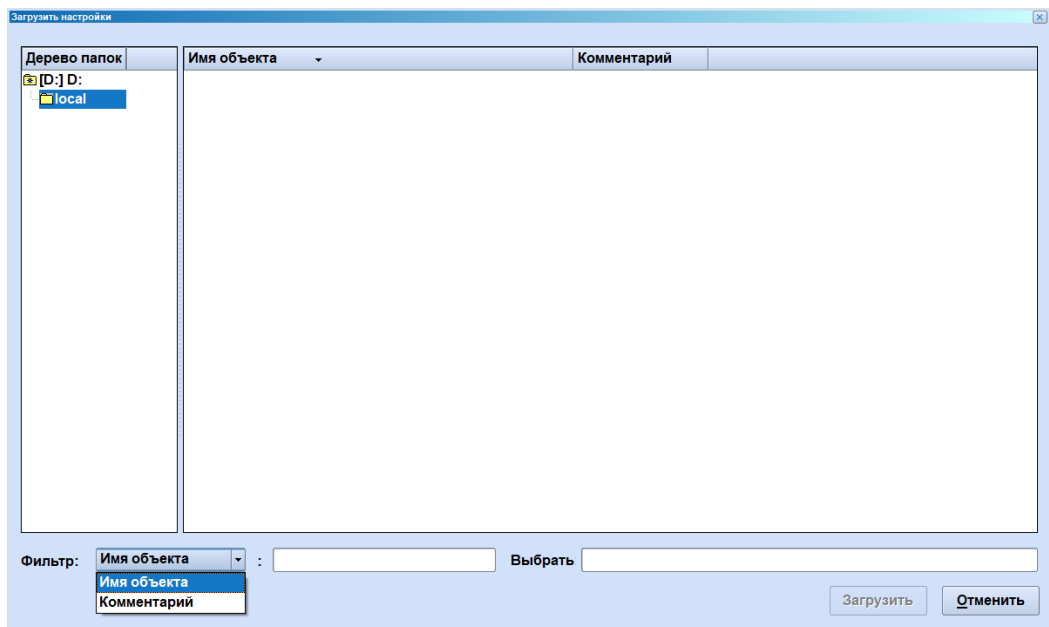

Рисунок 3.11 – Загрузка настроек рабочего места
2. В открывшемся окне (Рисунок 3.11) выбрать конфигурацию рабочего места и нажать «Загрузить».